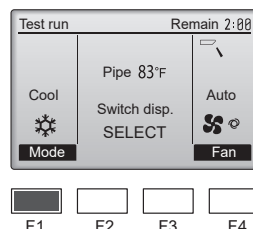

Fig. 7-5
- ① Pulse el botón [F1] para recorrer los modos de funcionamiento, siguiendo el orden de "Cool" (Frío) y "Heat" (Calor). (Fig. 7-5)